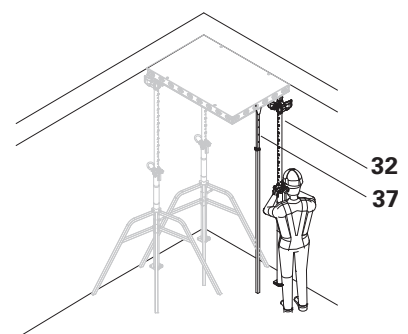

Fig. D2.04
5. De l'intérieur, appliquer de biais le troisième étau avec sa tête d'étais DFH (32) contre l'extrémité du panneau et le placer d'aplomb vers l'extérieur. Distance 1,20 m. (Fig. D2.04)